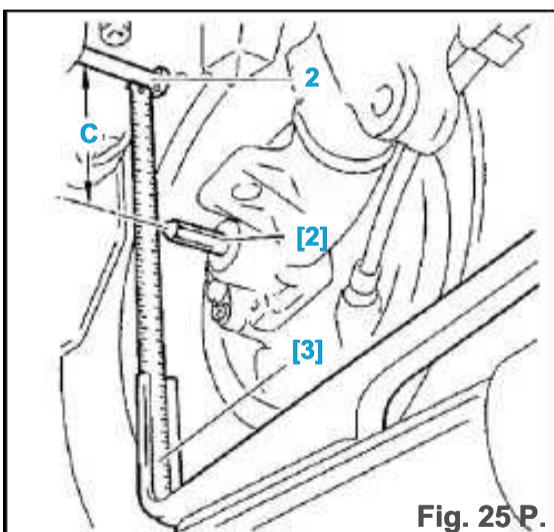

Fig. 25 P.
- La colocación del tornillo del amortiguador (2) Ø 12 mmEn el lugar (Fig. 25 Br).